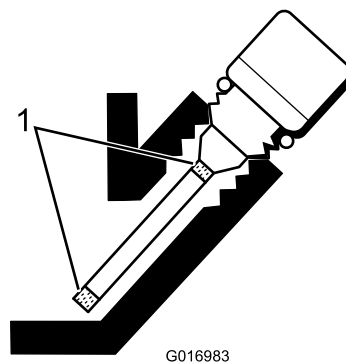

Figura 24
5. Se o nível estiver baixo, adicione apenas o óleo suficiente para aumentar o nível até se encontrar entre as marcas no medidor (Figura 24).